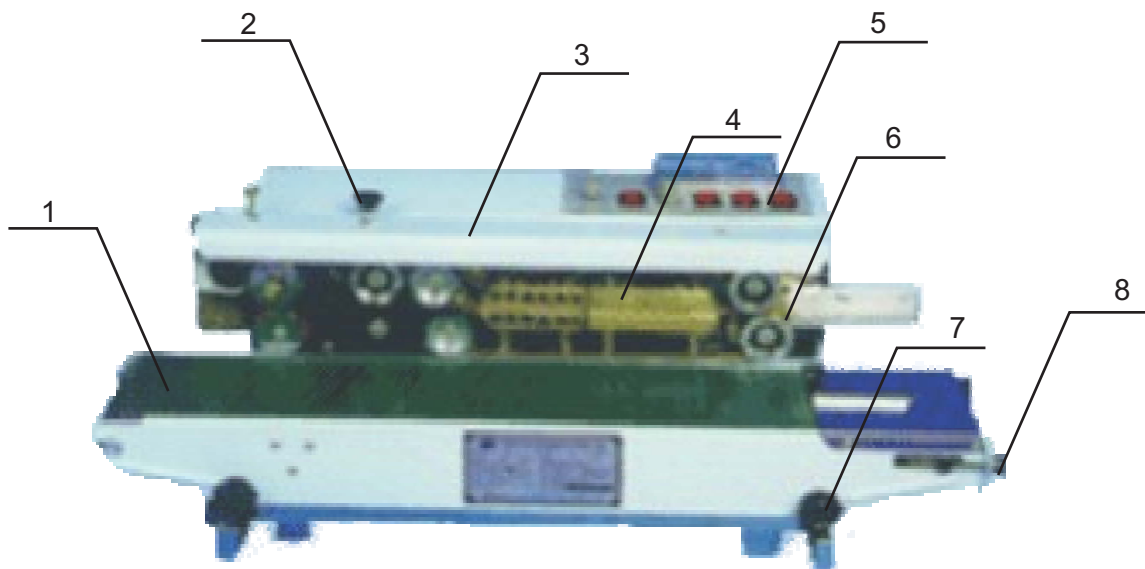

Рис. 1
- 5.4. Винтами “7” рис.1 установить требуемое расстояние конвейера от запаечного узла.
- 5.5. Винтами “8” рис.1 установить требуемое натяжение конвейера.
- 6.1. Поместить свариваемые полотна полимерного материала между заходными роликами (6) рис.1.
- 6.3.3. Регулировочным винтом (2) рис.1 изменить силу прижима нагартовочного ролика